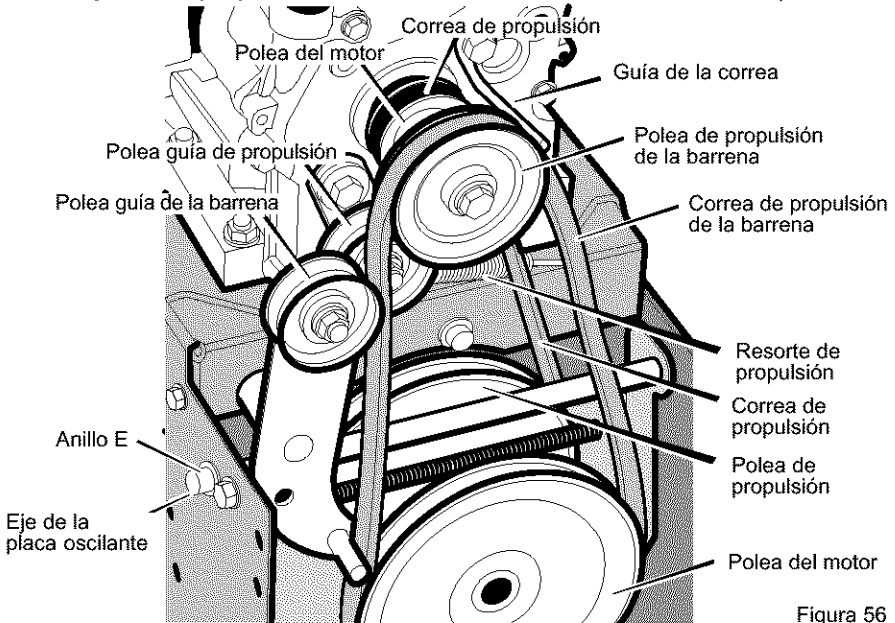

Figura 56
3. Afloje la tuerca de la polea guía de la barrena y mueva esta última hacia la correa un octavo de pulgada aproximadamente (3 mm) (Figura 56).
- Afloje la **guía de la correa**. Separe la **guía de la polea de propulsión de la barra** (Figura 56).
3. Quite el **anillo E** de uno de los extremos del **eje de la placa oscilante**. Quite este **eje** para que la placa oscilante gire hacia adelante (Figura 56).